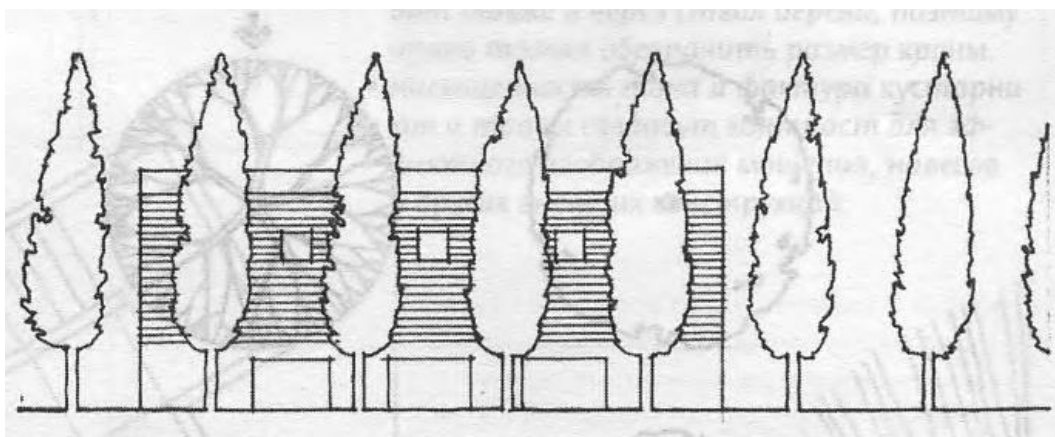

Рис.13. Антураж.
- придать законченность изображению (рис.13);